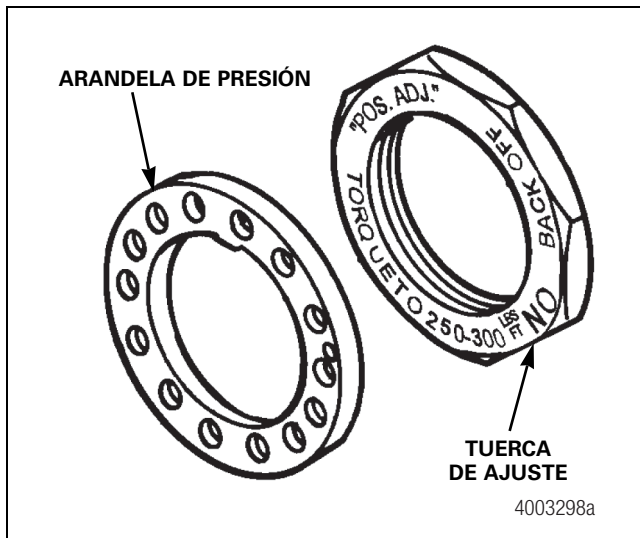

Figura 11.4
2. Instale la arandela de presión. Figura 11.4.